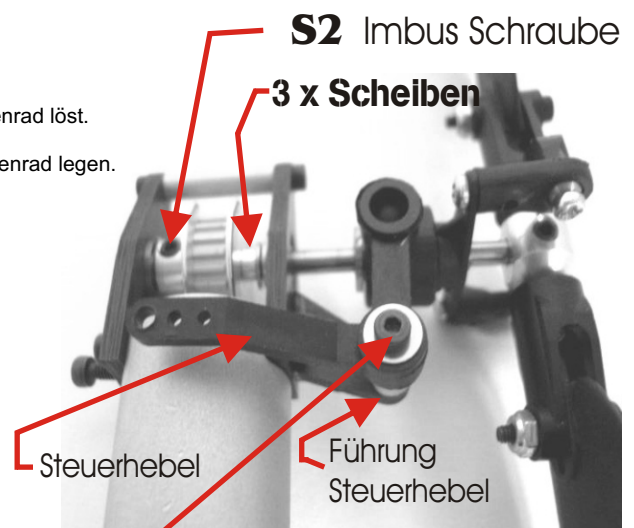

Bild 3
8. Die Welle von rechts in das 1. Kugellager einschieben (siehe Abbildung 3).
13. Stecken Sie den Steuerhebel auf die Führung und verschrauben Sie diesen mit der beigelegten M 2,0mm x 4mm Schraube mit Scheibe (siehe Abbildung 3).